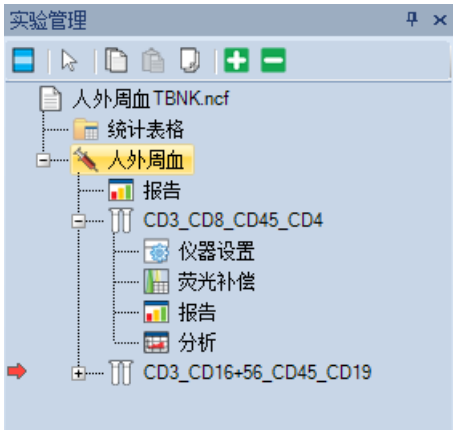

图3-2 实验管理面板
点击“文件”→“保存”或者图标，保存对文件做的修改，将文件名修改为“人外周血 TBNK.ncf”。经过以上操作，实验管理面板将如图3-2所示。
- 图3-2中样本左侧红色箭头指示“当前样本”。在实验管理树上双击样本，可以将样本激活为“当前样本”。